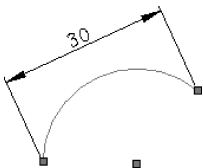

图 2-41 生成圆弧尺寸
- 5) 单击鼠标左键确定所需尺寸数值的位置，生成如图 2-41 所示的圆弧尺寸数值。